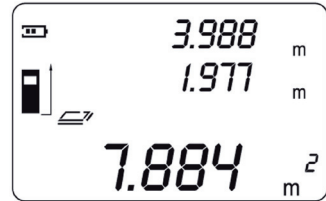

Fig. 10
- Appuyez une nouvelle fois sur la touche «Read» pour afficher la surface dans la ligne inférieure de l'écran; la largeur s'affiche simultanément dans la seconde ligne (Fig. 10).